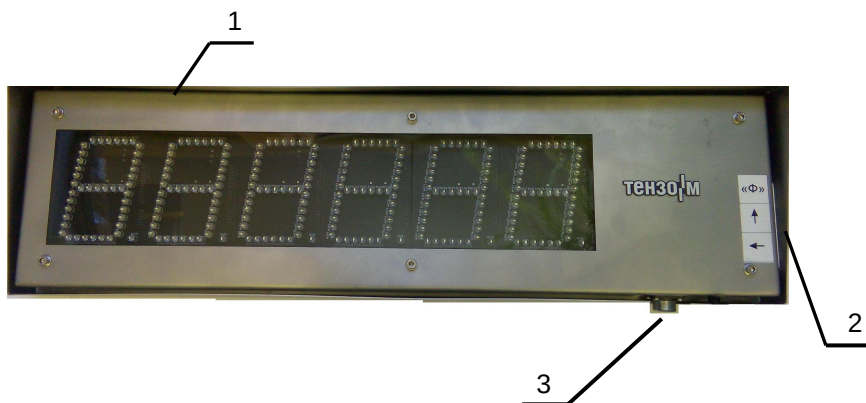

Рис. 4.1. Вид Изделия спереди.
Рис. 4.1 изображён вид Изделия спереди.
6.2. Рис. 4.1).